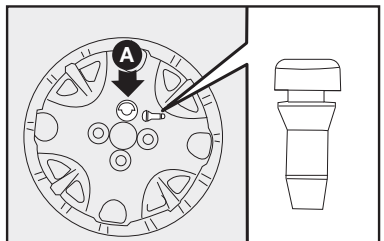

fig. 7
8) Coloque a presión la taza de la rueda en la llanta, haciendo coincidir el símbolo ◻, grabado en el interior de la taza, con la válvula de inflado; de esta forma, el orificio más grande de la taza **A**-fig. 7 pasará a través del tornillo colocado anteriormente.